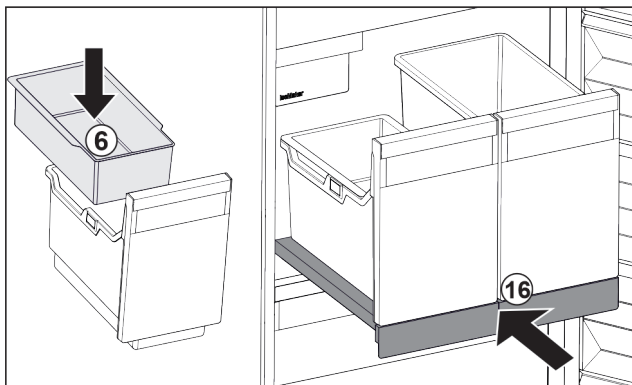

Fig. 130
- ▶ Vsaďte závěsnou misku Fig. 130 (6) pro kostky ledu.
- ▶ Zasuňte vysouvací přihrádku s nádobou (IceTower). Fig. 130 (16)